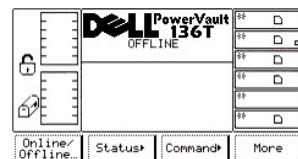

図 17. オフラインダイアログ
- 1 オフラインダイアログが表示されます。図 17を参照してください。